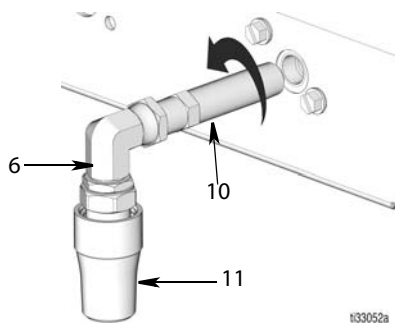

Рис. 21
- Открутите фитинг-переходник в сборе (10, 6 и 11) от коллектора (1).
**ПРИМЕЧАНИЕ:** Узел фитинга-переходника (10), колена (6) и шарнирной насадки (11) разбирать не нужно. Эти детали могут быть сняты с коллектора как единая деталь (Рис. 21).